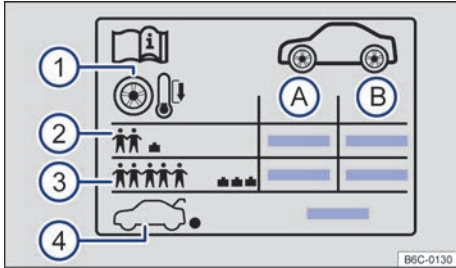

Fig. 155 Etiqueta con las presiones de los neumáticos
Indicaciones en la etiqueta de presión de los neumáticos → fig. 155:
- Adecuar la presión de los neumáticos según la carga del vehículo → fig. 155 (3).